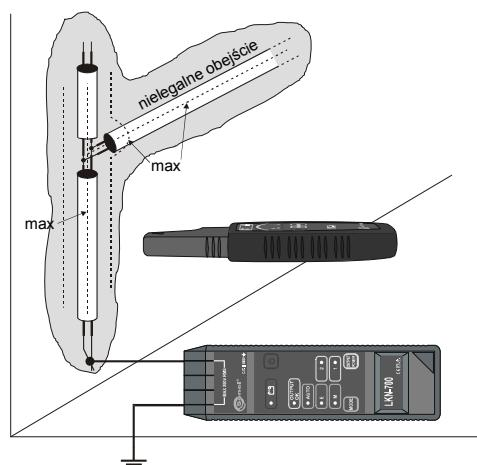

Рис.12 Обнаружение нелегальных обводов счетчиков электроэнергии – обвод в плоскости стены
- Перемещать головку приемника по бокам трассы легальной проводки. В месте ответвления провода уровень сигнала возрастает (Рис.12).
Если в схеме (Рис.12) удается включить режим „M+E”, то это значит, что один из проводов нелегального обвода заземлен. Тогда следует отключить от передатчика заземление, которое позволяет включить этот режим.